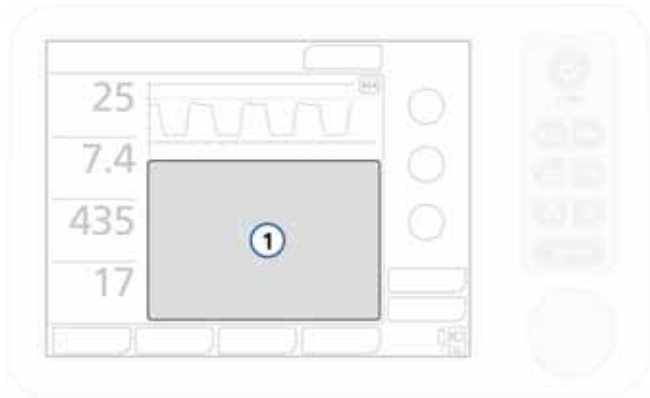

図 6-4. グラフィックウィンドウ (1) の表示
1. 画面のグラフィック領域にタッチしてグラフィックウィンドウを開きます。図 6-4 の (1) を参照してください。